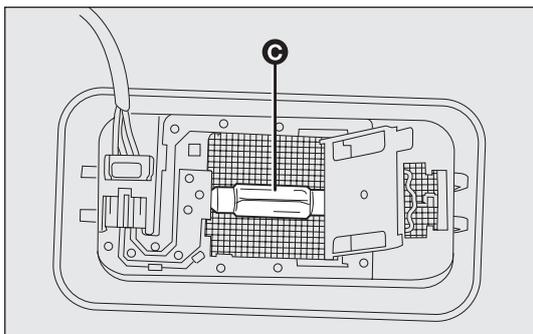

fig. 170
- ❑ sostituire la lampada C-fig. 170 svincolandola dai contatti laterali, inserire la nuova lampada accertandosi che la stessa risulti correttamente bloccata tra i contatti stessi;